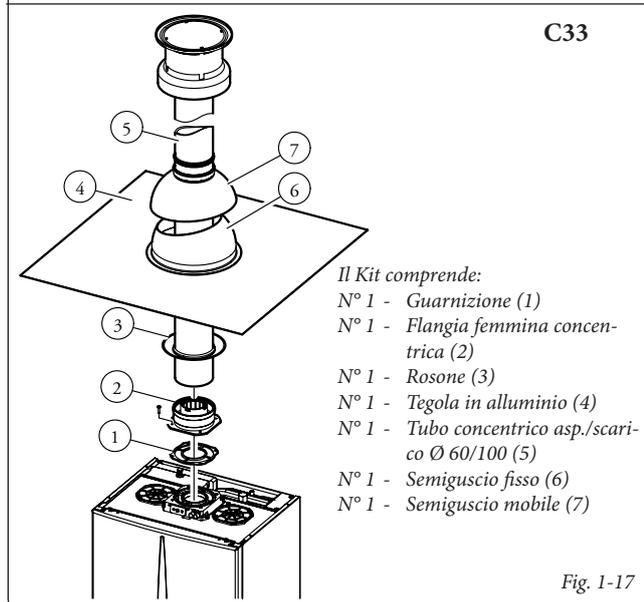

Fig. 1-17
- Kit verticale concentrico di aspirazione e scarico. Questo terminale permette l'aspirazione dell'aria e lo scarico dei fumi direttamente all'esterno dell'abitazione in senso verticale (Fig. 1-17 ÷ 1-18).
**Kit verticale con tegola in alluminio Ø 60/100.** Montaggio kit (Fig. 1-17): installare la flangia concentrica (2) sul foro centrale della caldaia interponendo la guarnizione (1) (*che non necessita di lubrificazione*) posizionandola con le sporgenze circolari verso il basso a contatto con la flangia di caldaia e serrare con le viti presenti nel kit.